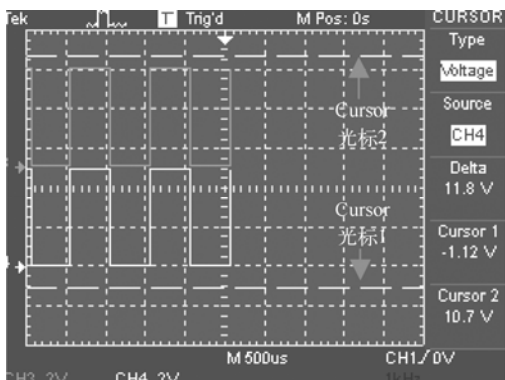
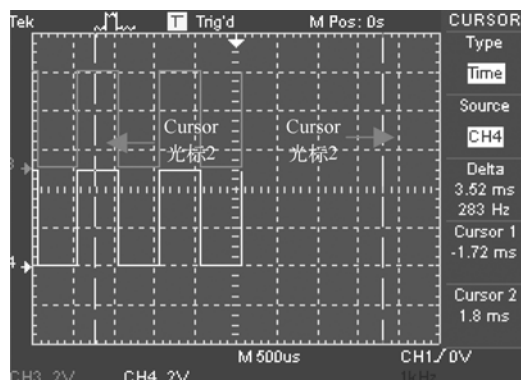

图 5-175 菜单选择电压测量
图 5-176 菜单选择时间测量
4) Cursor : 光标测量按钮。单击 Cursor 按钮后显示如图 5-175 所示菜单，其中有两个软按键，一个软按键用于选择测量类型，包括电压测量和时间测量两个选项，图 5-175 所示为电压测量，图 5-176 所示为时间测量；另一个软按键用于选择要测量的通道号，下面显示的是光标 1、光标 2 的测量差值以及光标 1、光标 2 测量值。其中，光标 1 和光标 2 控制方法是：当单击 Cursor 按钮后，Analog 模拟区 1、2 通道中位移旋钮 、下方指示灯亮了，光标 1、光标 2 就由这两个旋钮控制，可左右上下移动到需要测量的位置。